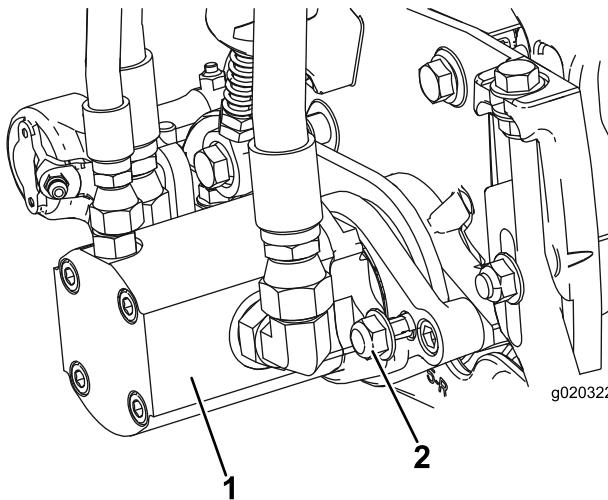

Figura 13
17. Instale el motor girándolo en el sentido de las agujas del reloj de modo que las bridas del motor no choquen con las contratuercas (Figura 13). Gire el motor en sentido antihorario hasta que las bridas rodeen las tuercas, luego apriete las tuercas.